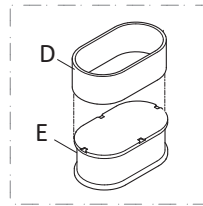

Fig. 4
- Überprüfen Sie den Zustand des Filterelements Fig. 4 Abb. 4. und des Vorfilters Fig. 4 Abb. D Es muss intakt, sauber und funktionstüchtig sein; andernfalls muss es entweder gewartet oder ausgetauscht werden.